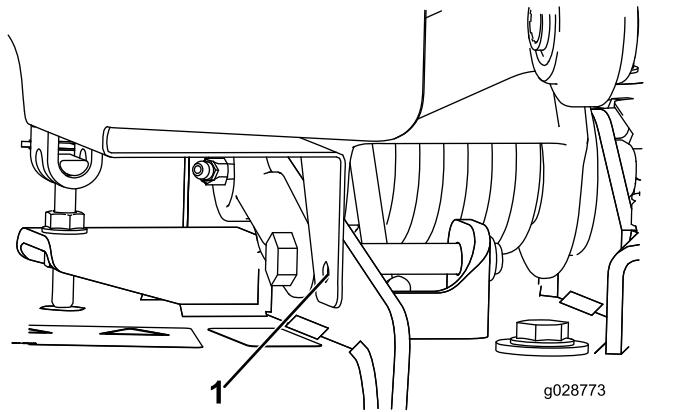
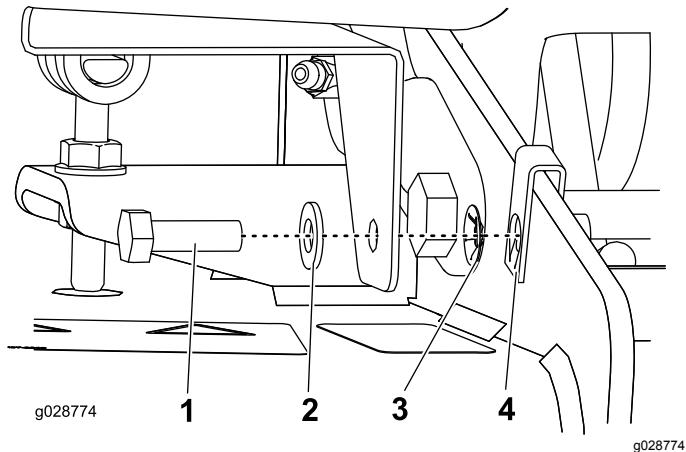

Figure 13
Figure 14
Remarque: Il est nécessaire de percer un trou dans le cadre pour installer le boulon inférieur et l'écrou de retenue. Voir la Figure 13 et la Figure 14.
- Repérez le centre du trou dans la patte inférieure à l'avant du capot, déposez le capot et percez un trou de 1,12 cm (Figure 13).
- Fixez le capot en place avec les fixations fournies (Figure 14).